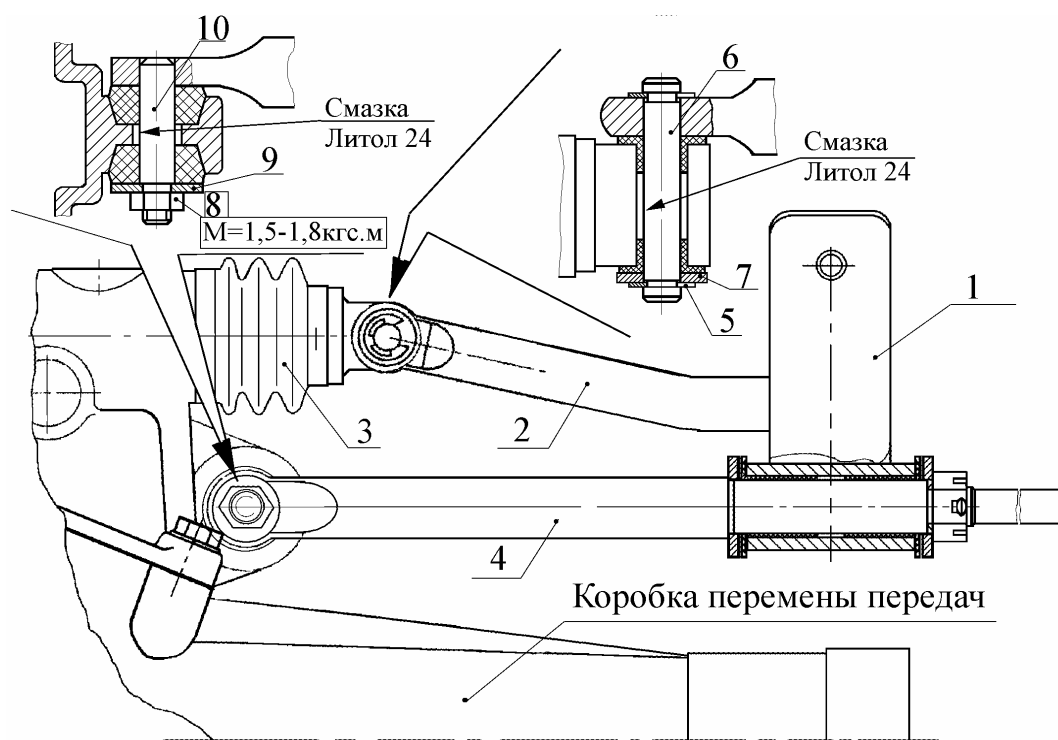

Рис. 16. Установка механизма управления на коробку передач:
10.2.1.1. Вставить палец 10 (рис. 16) тяги реактивной 4 в отверстие опоры, смазав контактирующие поверхности